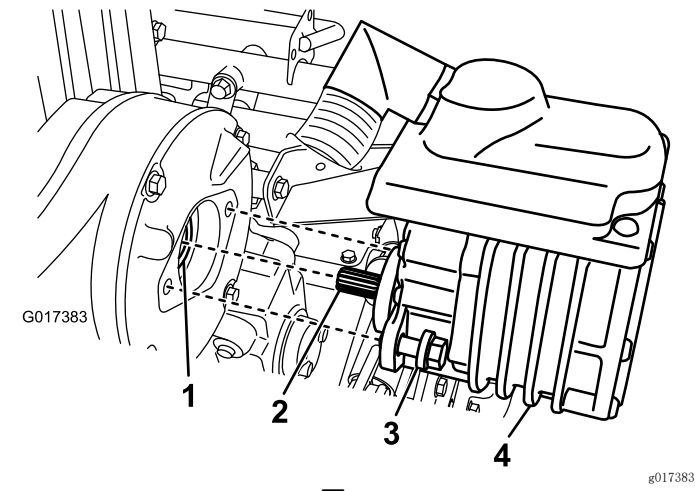

图38
2. 拆下将马达固定到传动装置外壳的 2 颗螺栓（图38）。
4. 用润滑脂枪向传动装置的凹面泵入一到两次润滑脂（图38）。